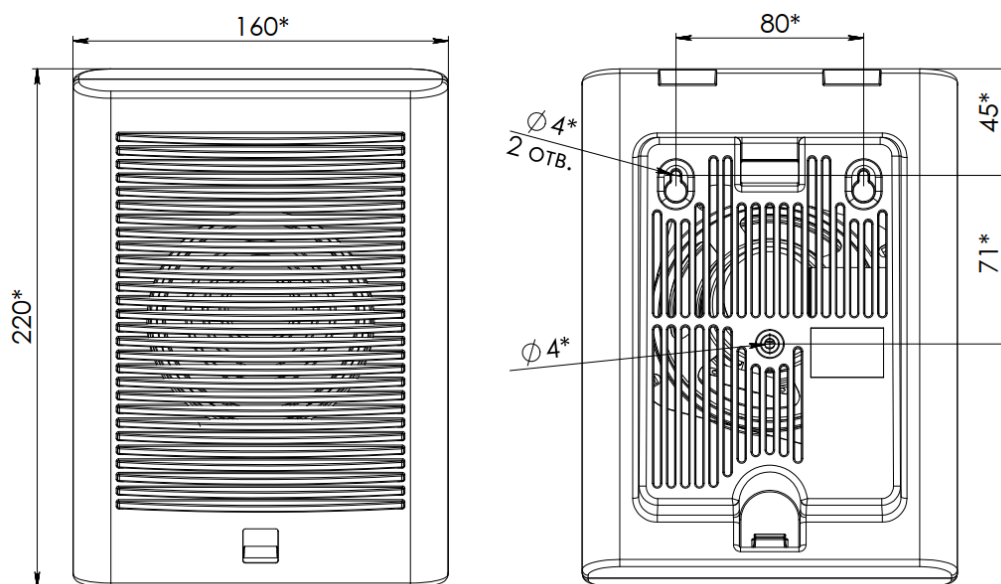
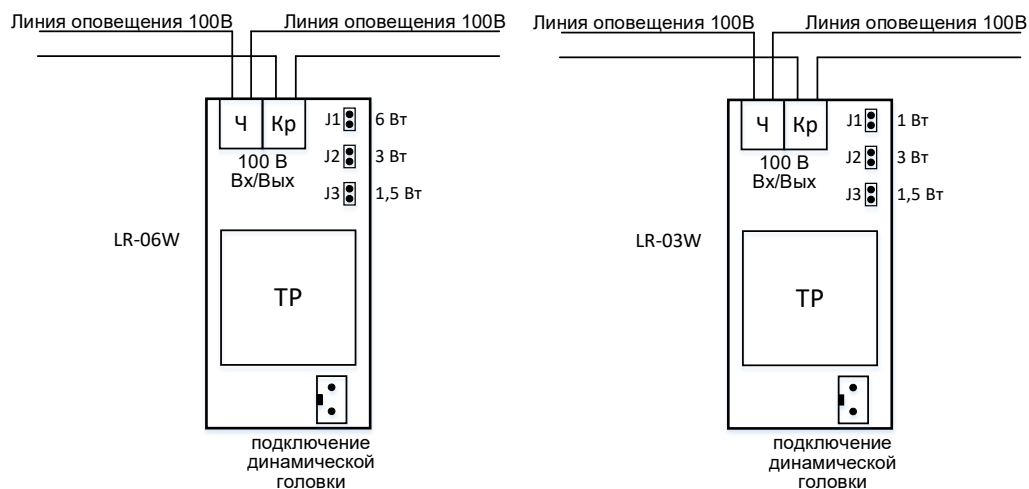

Рис.2. Габаритные и установочные размеры оповещателя
Рис.3. Схема подключения оповещателей LR-06W и LR-03W.
2.1.2. Габаритные и установочные размеры оповещателя представлены на рис.2, схемы подключения на рис.3.
- завести провода линии оповещения внутрь корпуса и подключить их к клеммам согласно схеме на рис.3, соблюдая принятую в линии полярность;